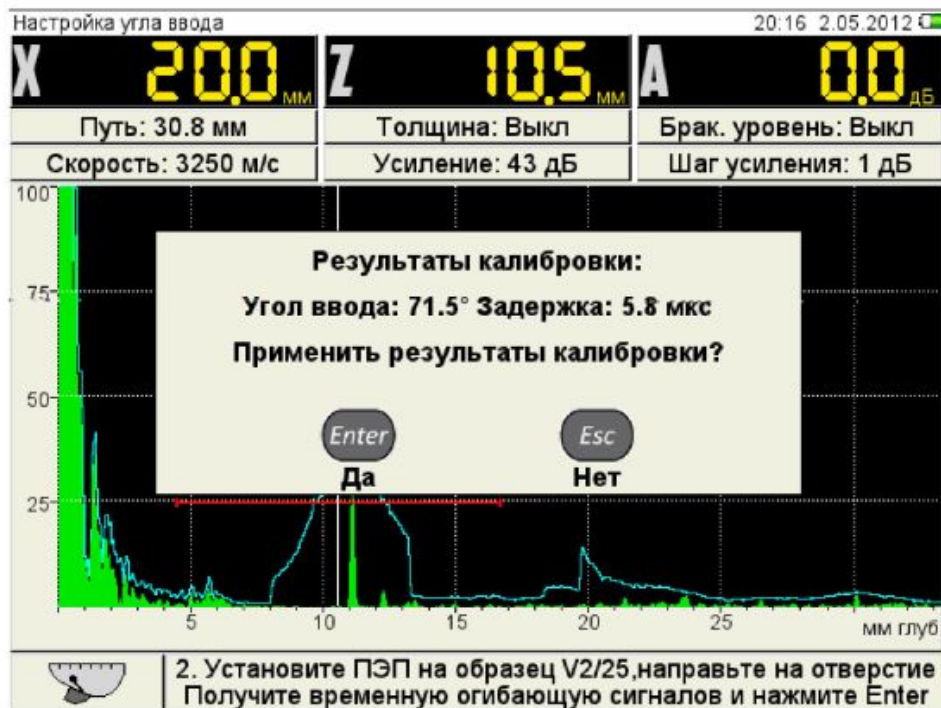

Рисунок 13
- подтвердить принятие результатов калибровки - **Enter** или отказаться от результатов калибровки - **Esc** (рисунок 13).